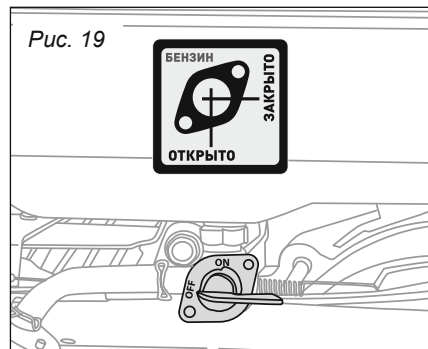

Рис. 19
1. Поверните топливный кран в положение «ЗАКРЫТО» (рис. 19).